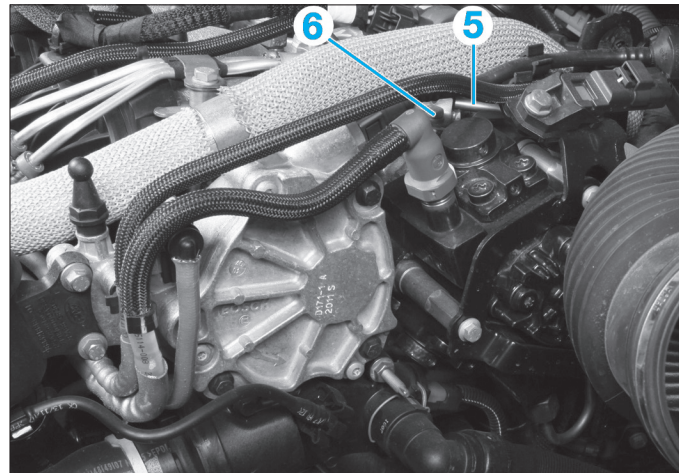
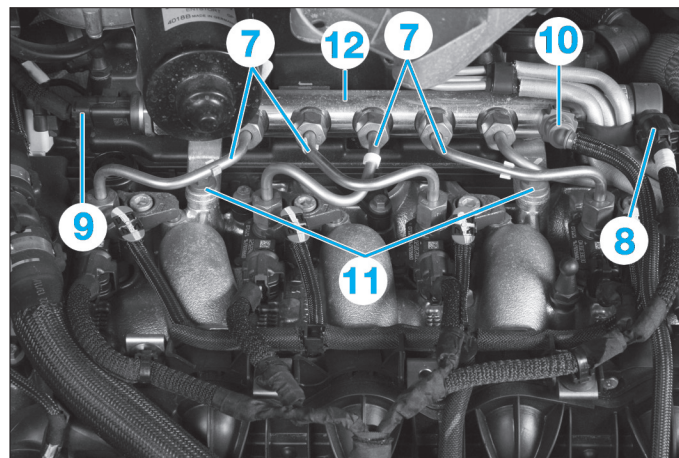

Fig. 37
Fig. 38
- Déposer la vis (6) de la patte de maintien de la conduite haute pression (5) (Fig.37).
- Déposer la conduite haute pression (5).
- Déposer les conduites haute pression rampe-injecteurs (7) (Fig.38).
- le connecteur (8) du régulateur de pression,
- le connecteur (9) du capteur de pression,
- la durite de retour de carburant (10).